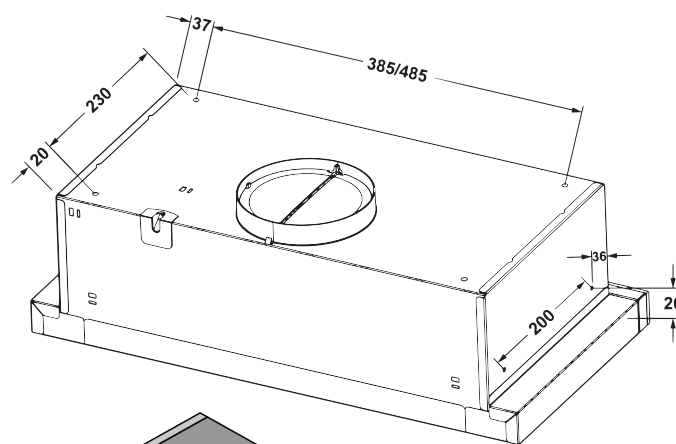

Рис.4
6.6 Крепление вытяжки осуществляется 4 метрическими винтами М5х35, которые вкручиваются изнутри навесного шкафа в резьбовые гайки М5, прикрепаны к верхней плоскости корпуса вытяжки (рис.4 / 4.1).